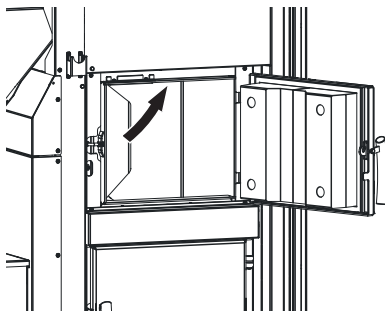
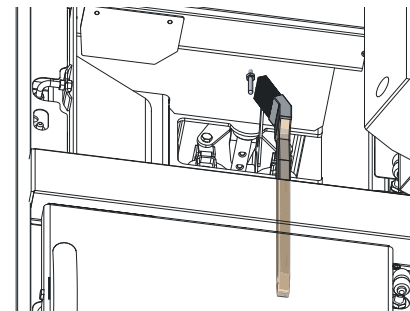

Fig. 37 Thermocontrol-Fühler reinigen
Fig. 38 Thermocontrol-Fühler reinigen
- ▶ Bei Bedarf Flugasche vom Thermocontrol-Fühler mittels Reinigungspinsel entfernen. Der Thermocontrol-Fühler befindet sich im Brennraum – Fig. 37, Fig. 38.